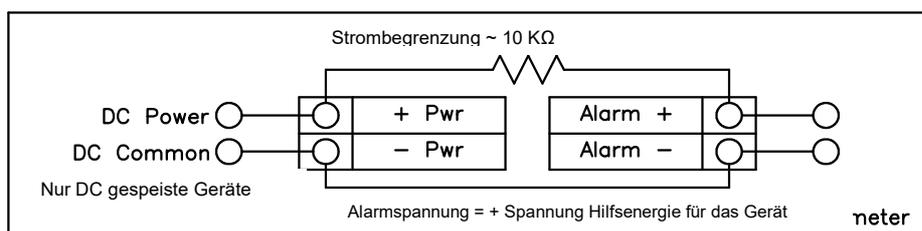

Bild 45 Nicht galvanisch getrennter Alarmausgang (interne Hilfsenergie)
2. Verwendung der Hilfsenergie für den Durchflussmesser (nur bei DC Stromversorgungsmöglich) (Bild 45)